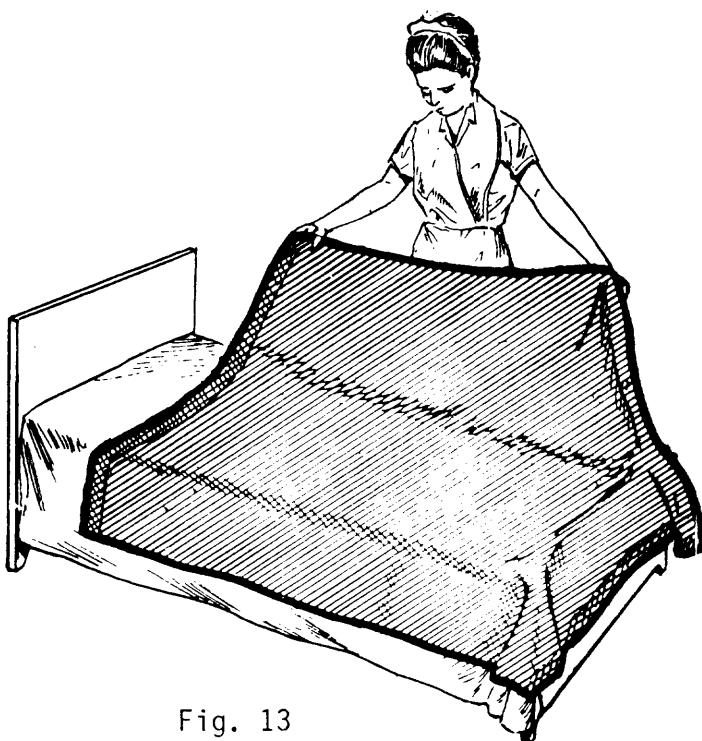

Fig. 13
- 7° paso - *Extienda la frazada* de modo que quede a dos palmos de la cabecera y los laterales caigan iguales (figs. 13, 14, 15 y 16).